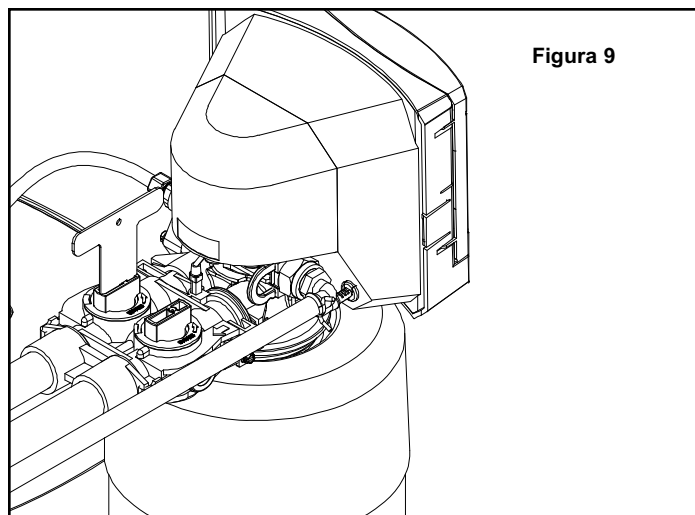

Figura 9
- Mueva las manijas de la válvula de desviación hasta la posición de servicio. Las manijas de la válvula deben estar paralelas a las tuberías (consulte la Figura 9).